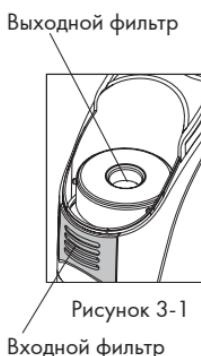

Рисунок 3-1
- Убедитесь в том, что входной и выходной фильтры находятся в соответствующих местах (см. рис. 3-1). Для проведения замены фильтров см. рис. 8-1 и 8-2 раздела ХРАНЕНИЕ ПРИБОРА И УХОД ЗА НИМ.